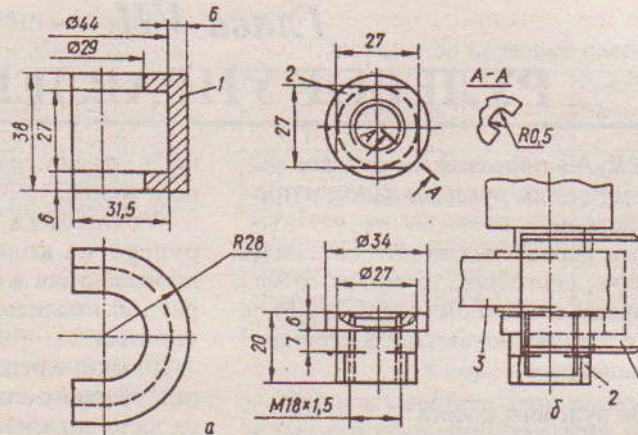

Рис. 7.3 Съемник для снятия сошки рулевого механизма: а - детали съемника; б - установка съемника для снятия сошки; 1 - корпус; 2 - гайка; 3 - сошка
- ✓ отвернуть гайку крепления сошки к валу сошки и при помощи съемника (рис. 7.3) выпрессовать сошку. Для выпрессовки сошки навал сошки специальную гайку 2 и установить корпус съемника 1, как показано на рис. 7.3;